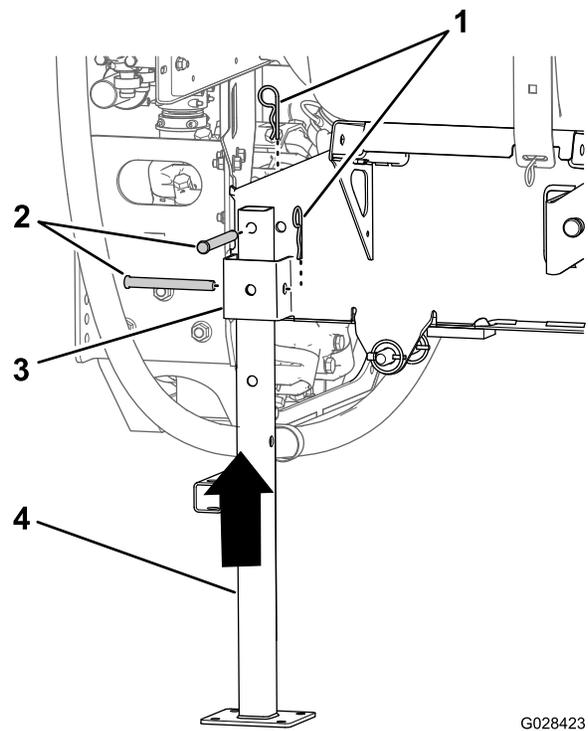

Рисунок 106
5. Совместите заднюю подъемную опору с гнездом для задней опоры (Рисунок 106).
6. Совместите отверстие в верхней части подъемной опоры с отверстием в каркасе рамы бака (Рисунок 106).
7. Прикрепите подъемную опору к гнезду и раме при помощи двух шплинтуемых штифтов (1/2 x 4 1/2 дюйма) и двух шплинтов (5/32 x 2 5/8 дюйма), как показано на Рисунок 106.